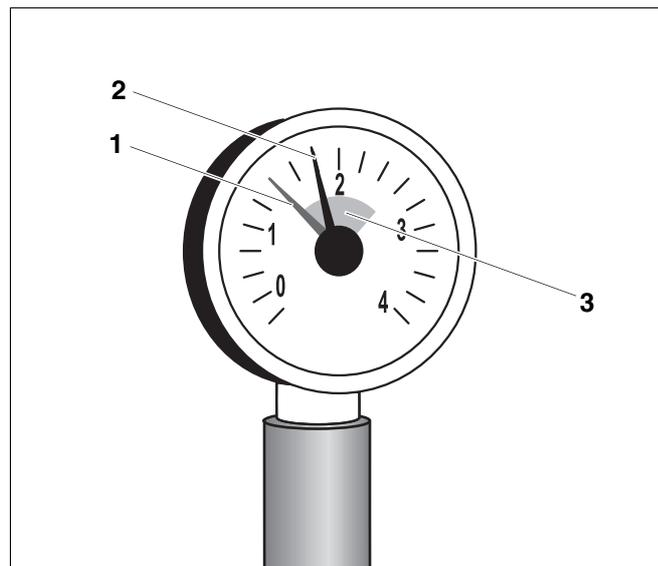

Fig. 25 Manometro per impianti di riscaldamento chiusi
Per gli impianti chiusi, l'indicatore del manometro (fig. 25, **pos. 2**) deve stare all'interno del campo verde (fig. 25, **pos. 3**).
La lancetta rossa (fig. 25, **pos. 1**) del manometro deve essere regolata sulla pressione necessaria per l'impianto di riscaldamento.
Se l'indicatore del manometro (fig. 25, **pos. 2**) si trova sotto il campo verde (fig. 25, **pos. 3**), la pressione dell'acqua è troppo bassa. È necessario rabboccare acqua nell'impianto.